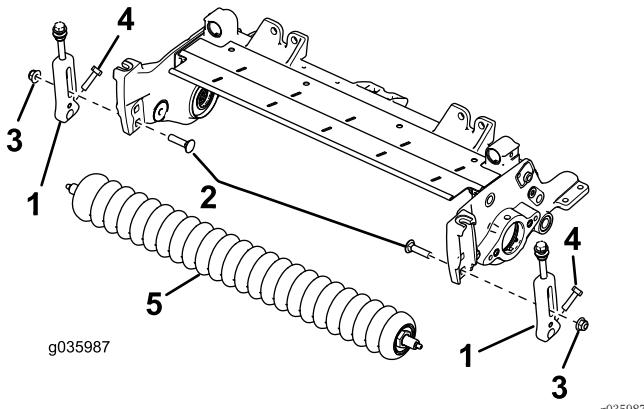

图2
2. 拆下把剪草高度 (HOC) 支架固定到滚刀组侧板上的托架螺栓和锁紧螺母（图2）。
3. 旋松将剪草高度支架固定至前滚筒轴上的螺丝（图2）。
4. 从滚刀组侧板上拆下现有剪草高度支架和前滚筒（图2）。